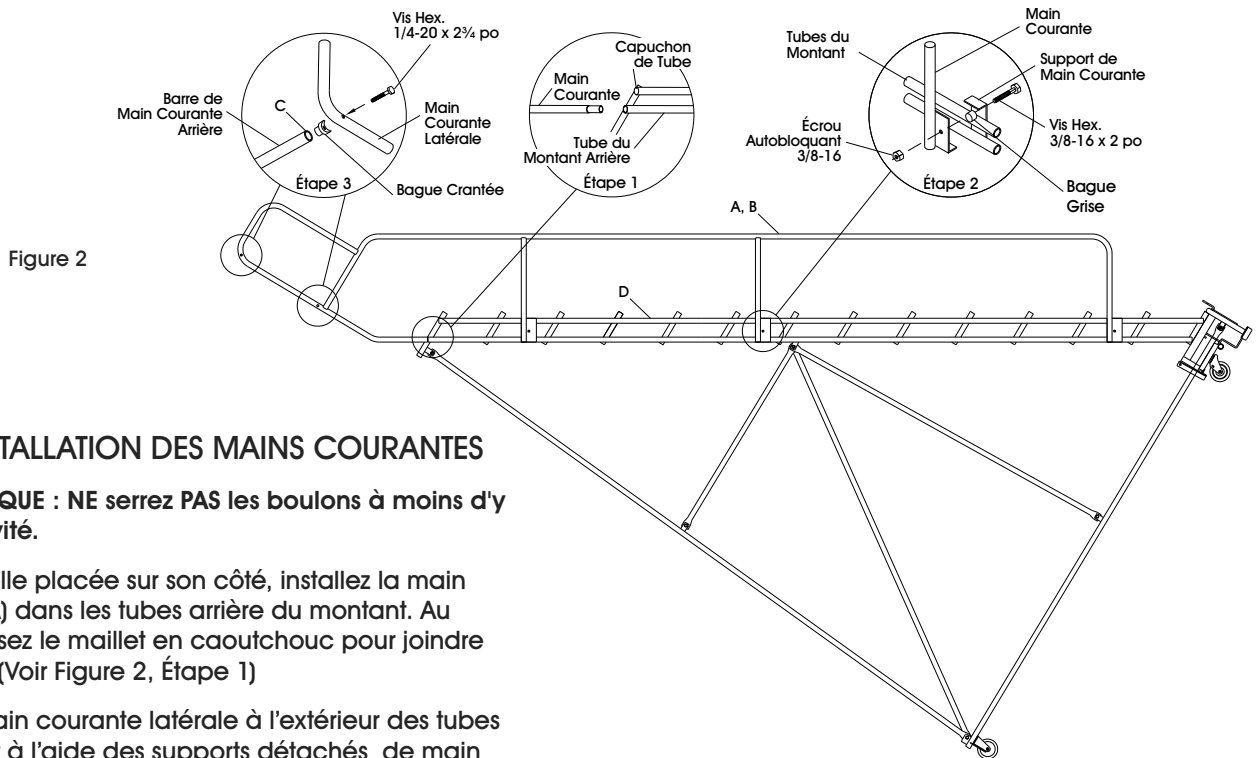

Figure 2
1. Avec l'échelle placée sur son côté, installez la main courante (A) dans les tubes arrière du montant. Au besoin, utilisez le maillet en caoutchouc pour joindre les pièces. (Voir Figure 2, Étape 1)
2. Serrez la main courante latérale à l'extérieur des tubes du montant à l'aide des supports détachés de main courante, de vis d'assemblage à tête hexagonale (H.H.C.S.) de 3/8-16 x 2 po, des bagues grises et des écrous autobloquants. (Voir Figure 2, Étape 2)
3. Répétez l'étape 3 avec la main courante latérale (B).
1. Détachez la barre de main courante arrière (C) de la main courante ou du panneau d'extension.
2. Insérez une bague crantée dans chaque extrémité des barres de main courante arrière (C). (Voir Figure 2, Étape 3)
3. Placez les barres de main courante arrière entre les trous de fixation sur la partie supérieure des mains courantes latérales, à l'aide de (4) vis d'assemblage à tête hexagonale 1/4-20 x 23/4 po. (Voir Figure 2, Étape 3)